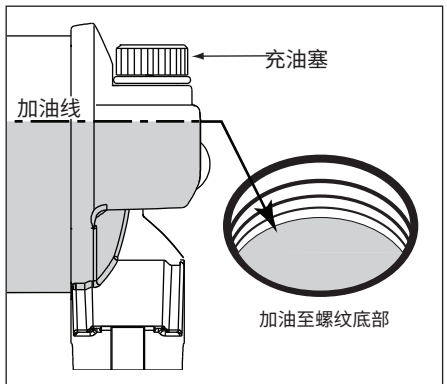

图 16, 油箱油位
3. 检查油位。见图 16。如果油位过低,则加油,直至油位达到充油塞孔螺纹底部为止。